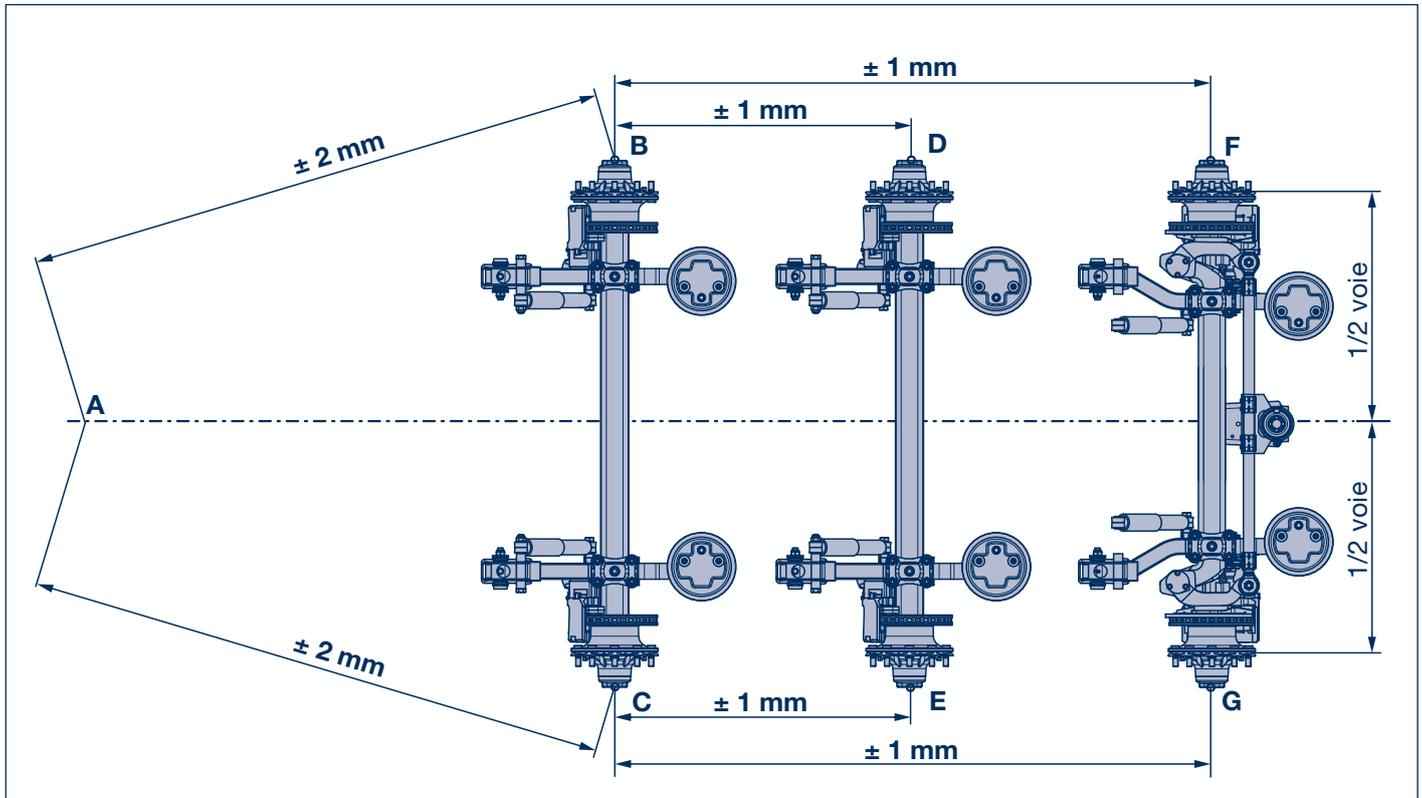

Figure 4
- [4] Si des plaques de triangulation (1041) ont été soudées, meuler le point de soudure (figure 4 / flèches) et aligner l'essieu.